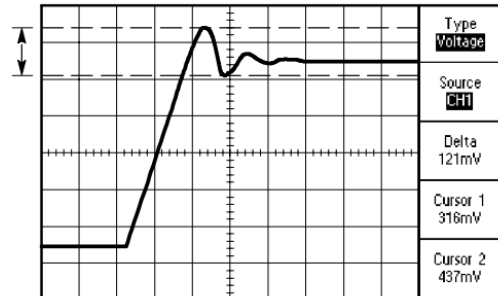

Fig. 6b Cursori de tensiune
- Pentru măsurarea unor tensiuni se folosește butonul **CURSORS** apoi butonul de lângă ecran **Type** → **Voltage** și, folosind cele 2 butoane rotative **VERTICAL POSITION** (sub care s-au aprins LED-uri pentru a indica funcția alternativă), se plasează cursorii pe valorile dorite – pe fig. 6b, cursorii sînt cele 2 linii punctare verticale. Se citesc în dreapta ecranului valorile celor 2 cursori și diferența lor ΔU (**DELTA**).